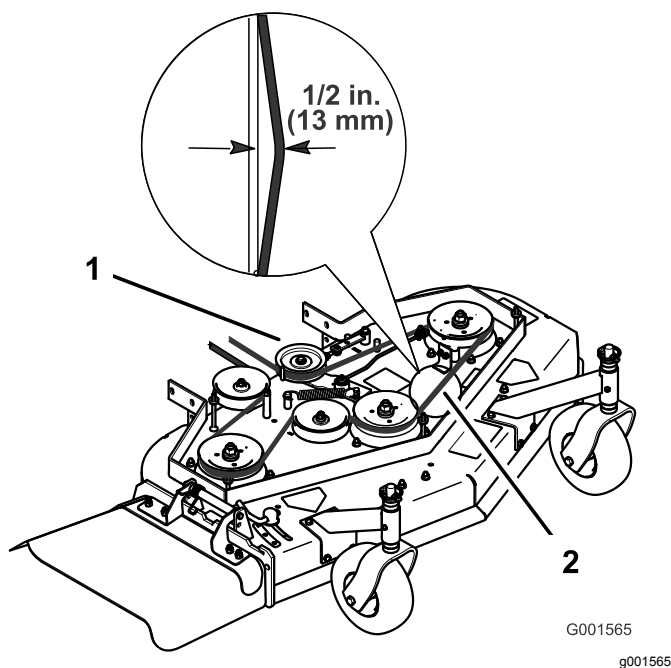

Figure 40
- Tournez le tendeur vers l'avant de la machine pour réduire la tension sur la courroie (Figure 40).